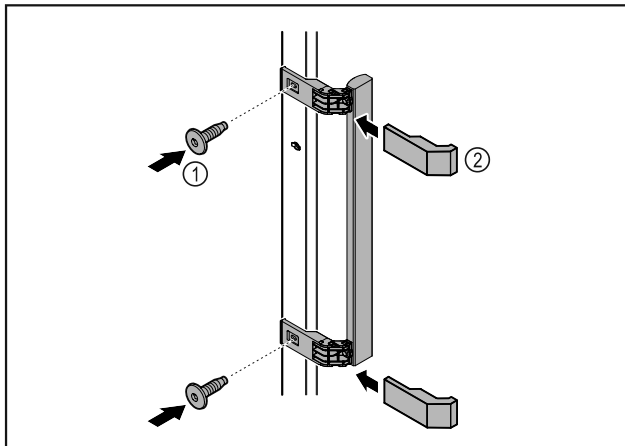

Fig. 4
- Griff aus dem Beipack mit den beiliegenden Schrauben Fig. 4 (1) an der Tür anbringen.
- Abdeckung Fig. 4 (2) aufsetzen.